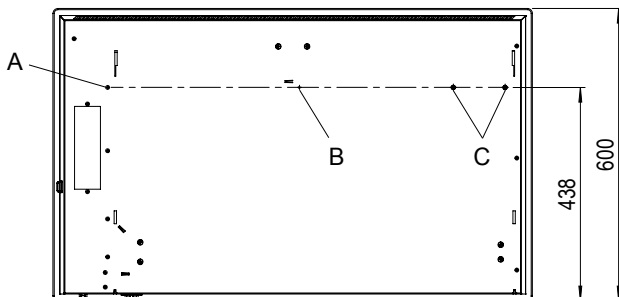

Fig. 1 Face arrière de l'appareil: type 15/335, 15/336, 15/337
- Dévisser la vis à tôle "A" (voir Fig. 1) de l'appareil.